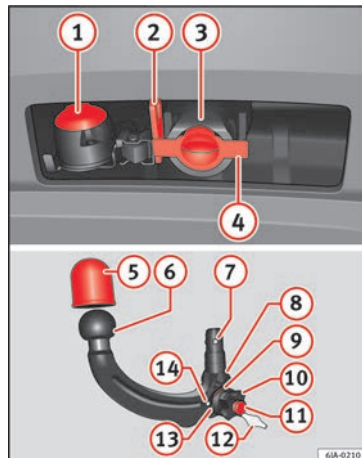

Fig. 194 Soporte del dispositivo de enganche para remolque/barra de cabeza esférica.
Legenda de la » fig. 194
- Retire el tapón del orificio del casquillo de sujeción ④ » fig. 194 tirando hacia abajo.
- Coloque el tapón del orificio del casquillo de sujeción **(4)** » **fig. 194**.